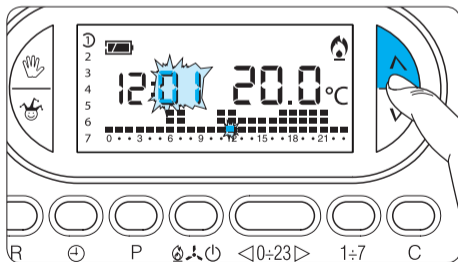

Fig. 14
4.3- Premere il pulsante ▲ oppure ▼ fino a raggiungere il valore esatto dei minuti (fig. 14).